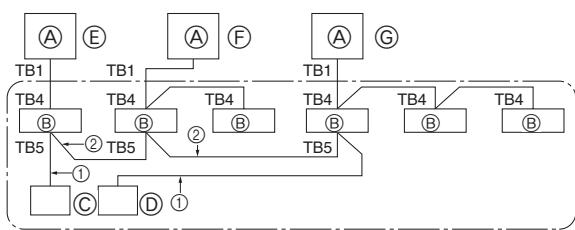

Fig. 9-1
- ① Включите питание (автоматическим выключателем).
- ② После закрытия запорного крана газа установите переключатель SWP на пульте управления наружного прибора в положение ON. Компрессор (наружный прибор) и вентиляторы (внутренний и наружный приборы) начинают работать, и начинается процедура восстановления хладагента. На пульте управления наружного прибора горят индикаторы LED1 и LED2.
③ Поскольку прибор автоматически останавливается через приблизительно две-три минуты после процедуры восстановления хладагента (индикаторы LED1 и LED2 горят), необходимо быстро закрыть запорный клапан газа. Пока индикаторы LED1 и LED2 горят и наружный прибор остановлен, полностью откройте запорный клапан жидкости и через три минуты повторите шаг ②.
- ④ Отключите питание (автоматическим выключателем).
9. Управление системой (Fig. 9-1)